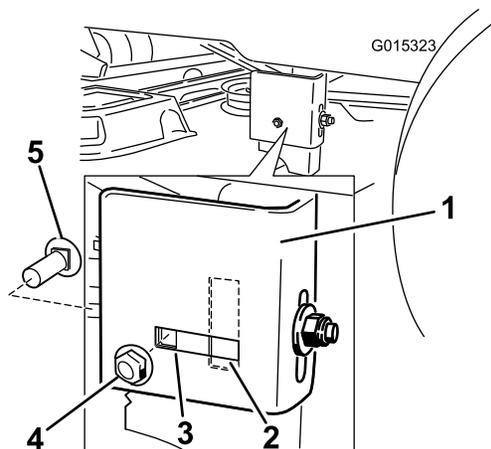

Bild 50
7. Gehen Sie zur linken Seite der Maschine. Entfernen Sie die Schlossschraube an der Seite und die Sicherungsmutter von der starren Position und setzen sie lose in die hintere, geschlitzte Position (Bild 50).